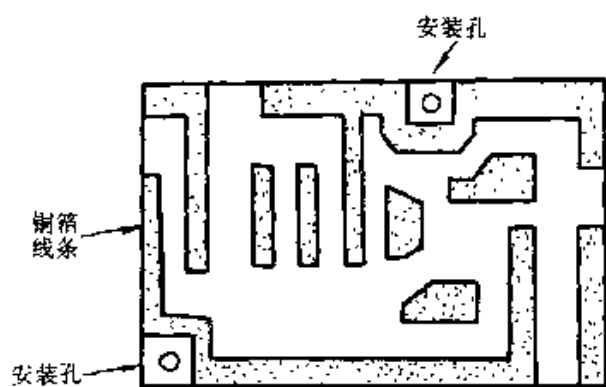

图 3-18
⑤ 如果电路较简单,也可以采用刀刻法制作,即用刀将电路板上不需要的铜箔刻去,留下线条即可。采用刀刻法制作时焊盘与线条均为直线,便于刻制,如图 3-18 所示。